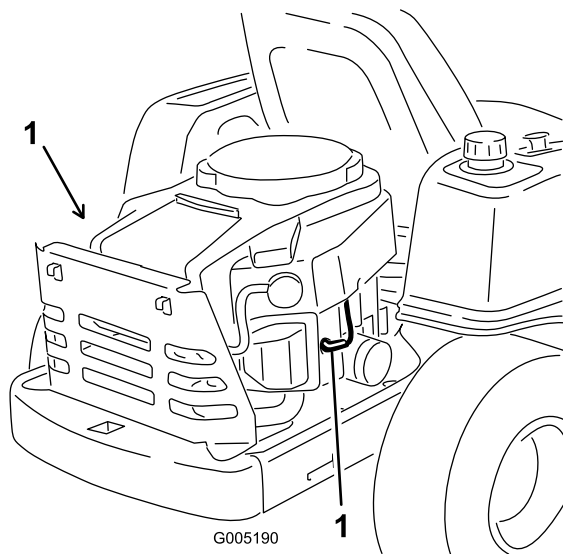

Figura 29
Desconecte el cable de la(s) bujía(s) (Figura 29).
3. Conecte el cable a la bujía (Figura 29).